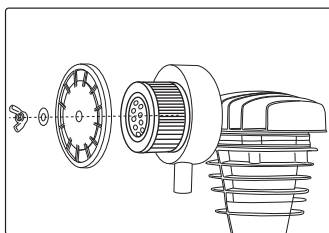

рис. 12
Необходимо снять фильтр (3) поступающего воздуха и заменить или очистить сжатым воздухом фильтрующий элемент (рис. 12).